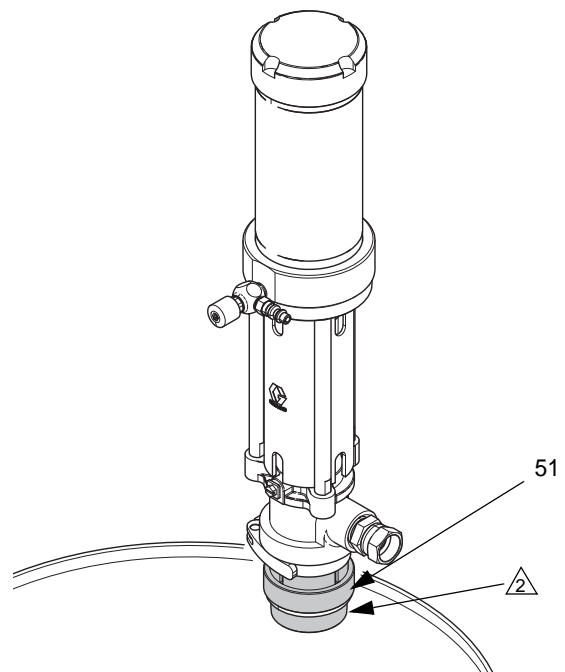

FIG. 7
4. Lubrifier les filetages du diamètre intérieur de l'adaptateur de bonde et les filetages de fixation. Veiller à ce que le joint soit à sa place et solidement visser l'adaptateur de bonde (51) dans l'orifice de bonde du fût. Introduire la pompe dans l'adaptateur et la verrouiller lorsqu'elle est à sa place. Voir FIG. 7.